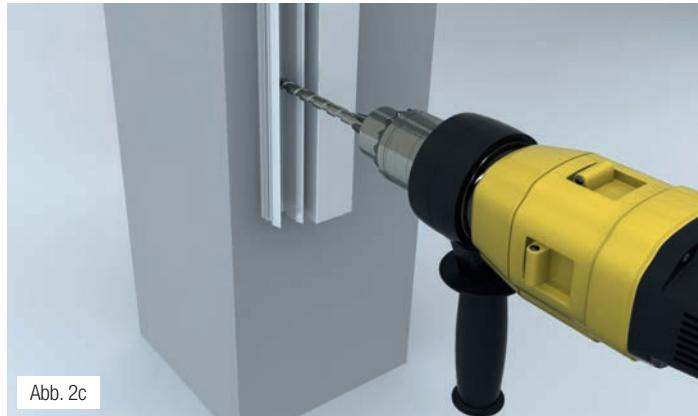

Abb. 2c
3. Bitte bohren Sie die Zevener Sprosse mit einem 5-mm-Bohrer alle 40 cm vor (Abb. 2c) und verwenden Sie zur Befestigung die 4,8 x 32 mm A2 Linsenkopfschraube. Verschließen Sie nach Montage Zevener Sprosse mit der Zevener Randleiste **9**.